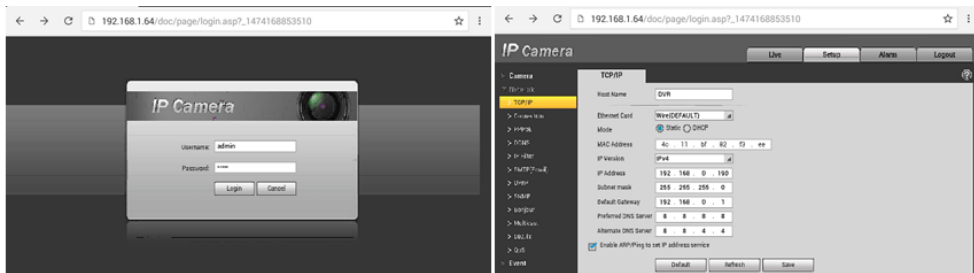

Рис. 20 WEB интерфейс IP-видеокамеры HIKVISION через браузер
- 3) В строке поиска введите IP-адрес видеокамеры и нажмите ОК на виртуальной клавиатуре. Если все сделано правильно, вы попадете в WEB-интерфейс IP-видеокамеры (рис.20), где потребуется ввести логин и пароль (обычно admin/admin для большинства видеокамер), указанные на наклейке на видеокамере, на коробке из под нее или в инструкции.